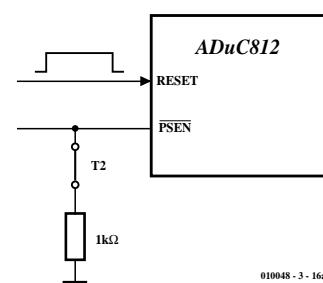

Figure 6a. Activation du mode de débogage (Debug) ou de transfert (programm download).
Étape 1 : il faut commencer par mettre le ADuC812 en mode Download/Debug (**figure 6a**). Pour ce faire il faut forcer la broche \overline{PSEN} du ADuC812 à la masse au travers d'une résistance de $1\text{k}\Omega$ (niveau bas sur la broche \overline{PSEN}) avant d'appuyer sur le bouton-poussoir de RAZ (Reset). Dans ce cas de l'ISAC-Cube cela se traduit par une action sur le bouton-poussoir T2 (« Boot ») suivie d'une action sur T1 (« Reset »), T2 restant enfoncé. On relâche ensuite d'abord T1 puis T2.